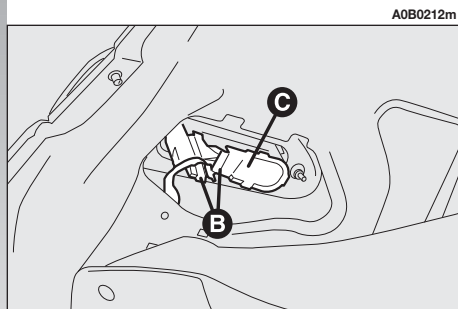

fig. 41
– Abbassare il rivestimento ed estrarre il gruppo portalampane (**C-fig. 41**) agendo sulle linguette di ritegno (**B-fig. 41**).
– Reinscrivere il gruppo portalampane fissandolo correttamente in posizione mediante le linguette di ritegno (**B-fig. 41**).